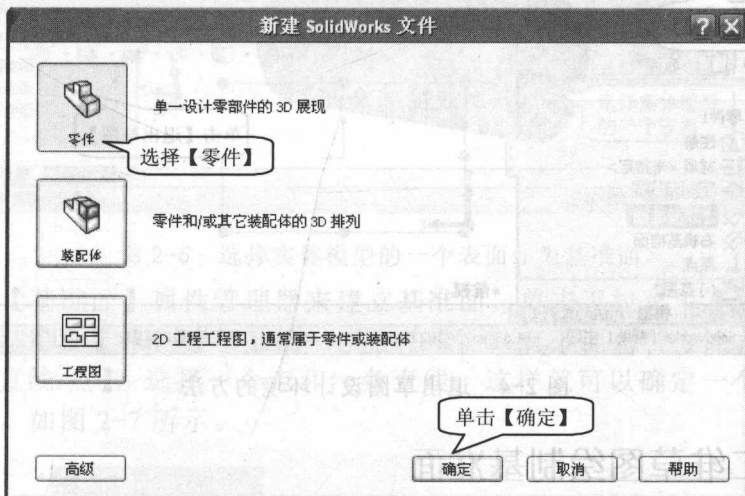

图 2-2 【新建 SolidWorks 文件】对话框
- (2) 在【新建 SolidWorks 文件】对话框中，选择【零件】，单击【确定】按钮，如图 2-2 所示，进入零件建模环境。